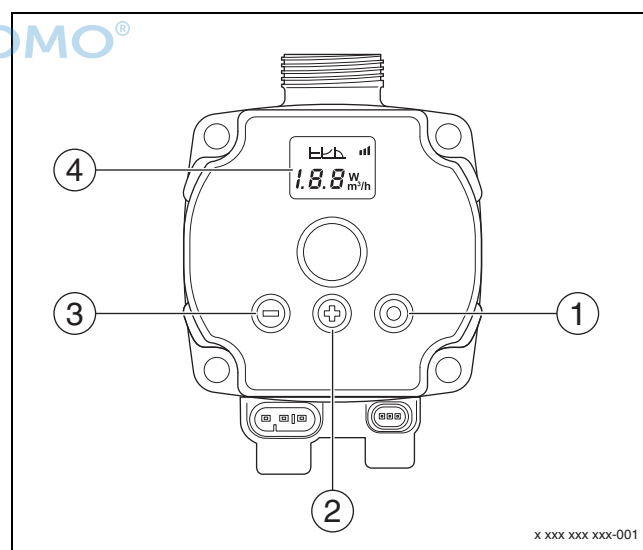

Bild 7 Einstellungen Pumpe Calio SI 25-80 HP PWM
- Bedienknopf (→ Bild 7 [1]) drücken, um das Display (→ Bild 7 [4]) aus dem Ruhemodus zu aktivieren.
3. Um den Sollwert einzustellen, Bedienknopfs (+) oder (-) (→ Bild 7 [2] und [3]) drücken bis AN. Analoges Signal 0-10 V erscheint.
4. Um den eingestellten Sollwert zu übernehmen, Bedienknopf (→ Bild 7 [1]) drücken.